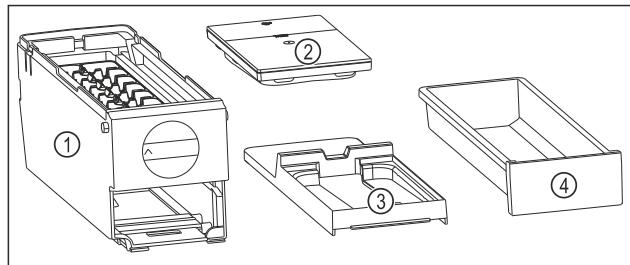

Fig. 80 Sestavni deli modula EasyTwist-Ice
- Modul EasyTwist-Ice je razstavljen na štiri dele. (glejte Fig. 80)
- Modul EasyTwist-Ice razstavite le na prikazane sestavne dele. (glejte Fig. 80)
- Glavni del EasyTwist-Ice Fig. 80 (1) očistite kot celoto.